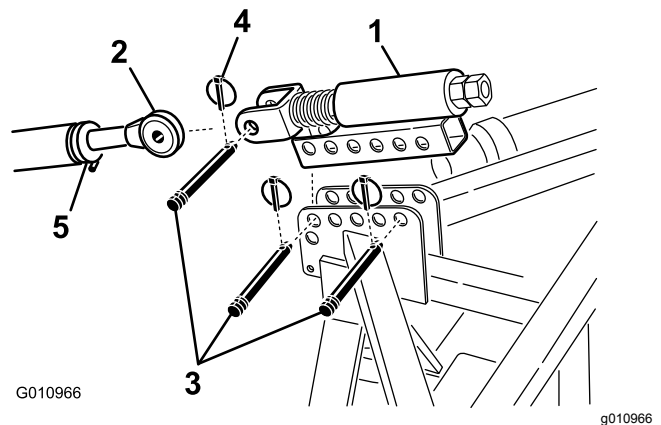

Figura 9
- Monte a articulação superior com mola no suporte do arejador com dois pinos de articulação e pinos de sujeição (Figura 9).
- Desaperte a porca de bloqueio na articulação superior da unidade de tração. Ajuste o comprimento da articulação superior até ficar alinhada com o contrapino na articulação superior com mola do arejador (Figura 9).
3. Ligue a articulação superior da unidade de tração ao contrapino na articulação superior com mola e fixe-a com um pino de articulação e um pino de sujeição (Figura 9).
6. Rode a articulação superior até a mola ficar comprimida aproximadamente 13 mm (Figura 9).